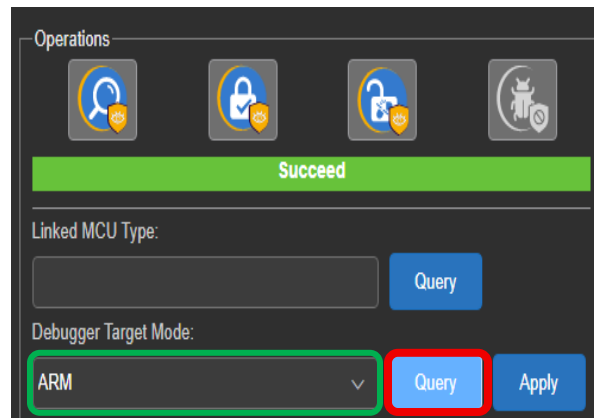

Imagen 11. Detección del Programador.
3. Una vez realizado el paso anterior se abrirá una ventana la cual permite cambiar de modo ARM a Risc-V y viceversa, con el programador obviamente conectado selecciona **“Query”** (Recuadro Rojo) para detectar el mismo, deberá aparecer ARM (Recuadro Verde) como se muestra en la imagen 11.